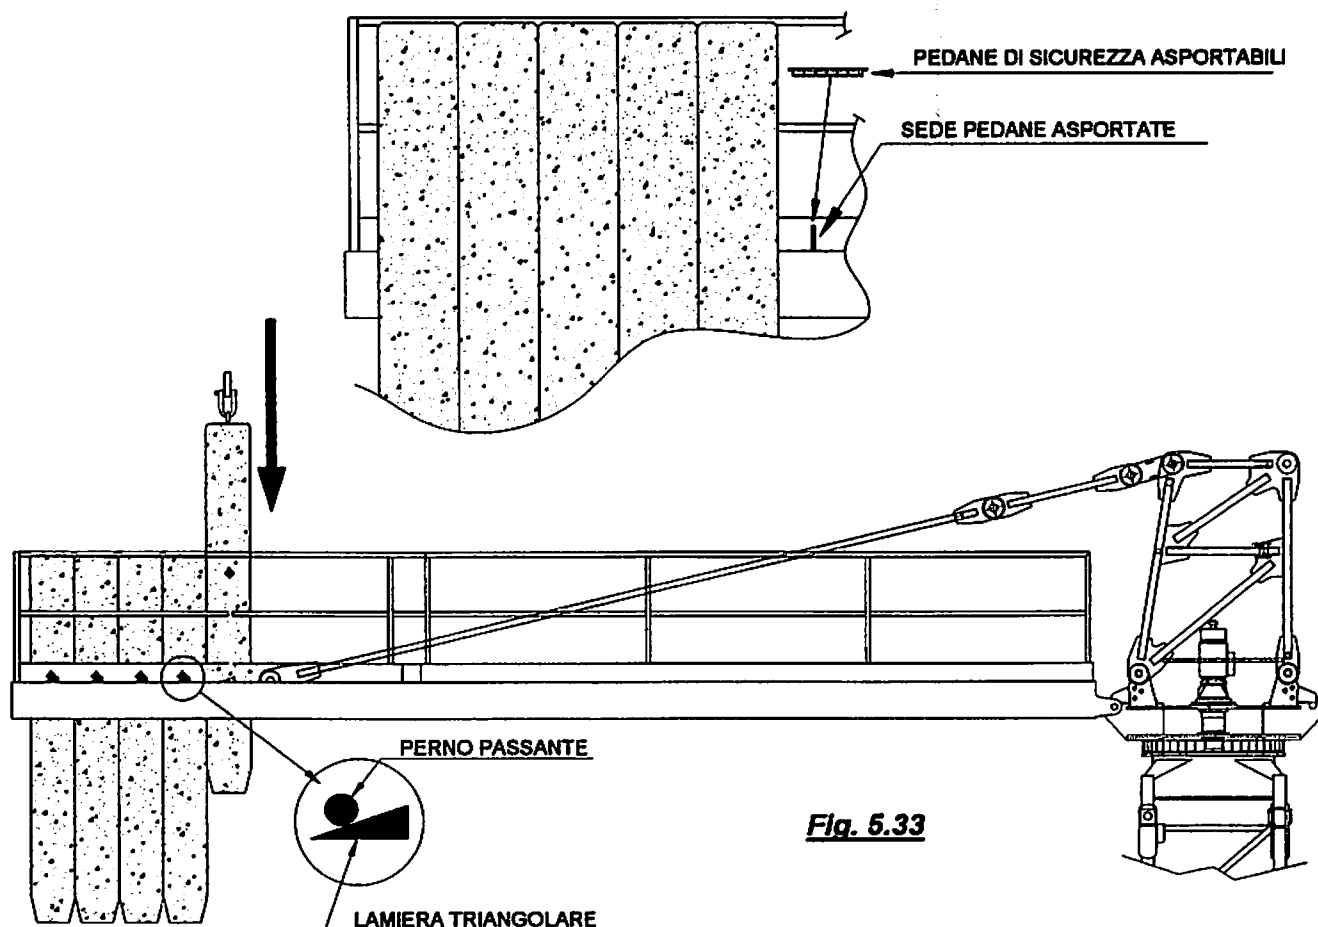

Fig. 5.33
- Asportare la pedana di sicurezza adiacente al blocco già montato, come indicato in Fig. 5.33 al fine di permettere la calata del blocco dall'alto. Le pedane di copertura della zona lastre sono indicate al § 1.6.2.4 - fig.1.11 - part. 04. Le pedane asportate potranno essere ricoverate in una apposita sede posizionata poco più indietro, all'inizio della pedana fissa.